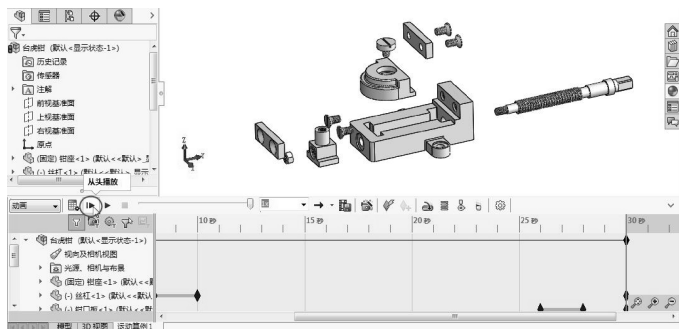

图 8-46 播放爆炸动画
- 06 在 MotionManager 工具条中单击【从头播放】按钮, 播放爆炸动画, 如图 8-46 所示。